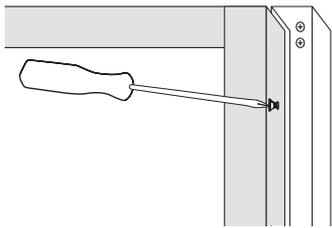

Рис. 34. Соединение стекол
6. Скрепите друг с другом заднее и боковое стёкла. Для этого в профиле бокового стекла необходимо сделать отверстия под саморезы. См. рисунок 34